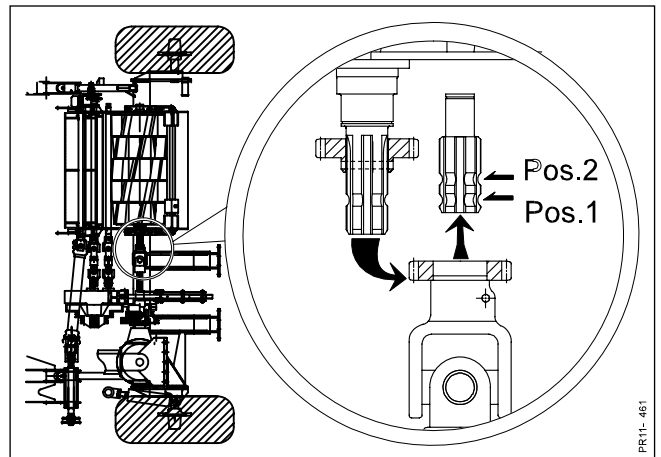

Fig. 5-6
- Fig. 5-6** De ce fait le rotor n'est pas entraîné.
PRUDENCE: L'arbre de prise de force doit travailler avec un angle de déport maximum de 20°. Dans les virages serrés à droite, il est donc recommandé de déplacer la barre d'attelage en position transport ou à ce qui correspond à un travail en ligne (voir Fig. 5-6).